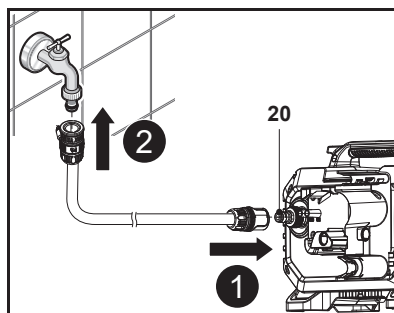

Fig. 7
2. Conecte la manguera de jardín al adaptador de entrada de agua (20) del conector de entrada de agua (13) de la máquina (Fig. 7, paso 1). Utilice siempre un acoplamiento estándar para la entrada de agua. Para que la máquina funcione correctamente, la manguera no puede tener más de 8 m de longitud.
3. Conecte el otro extremo de la manguera de jardín a un suministro de agua (Fig. 7, paso 2).